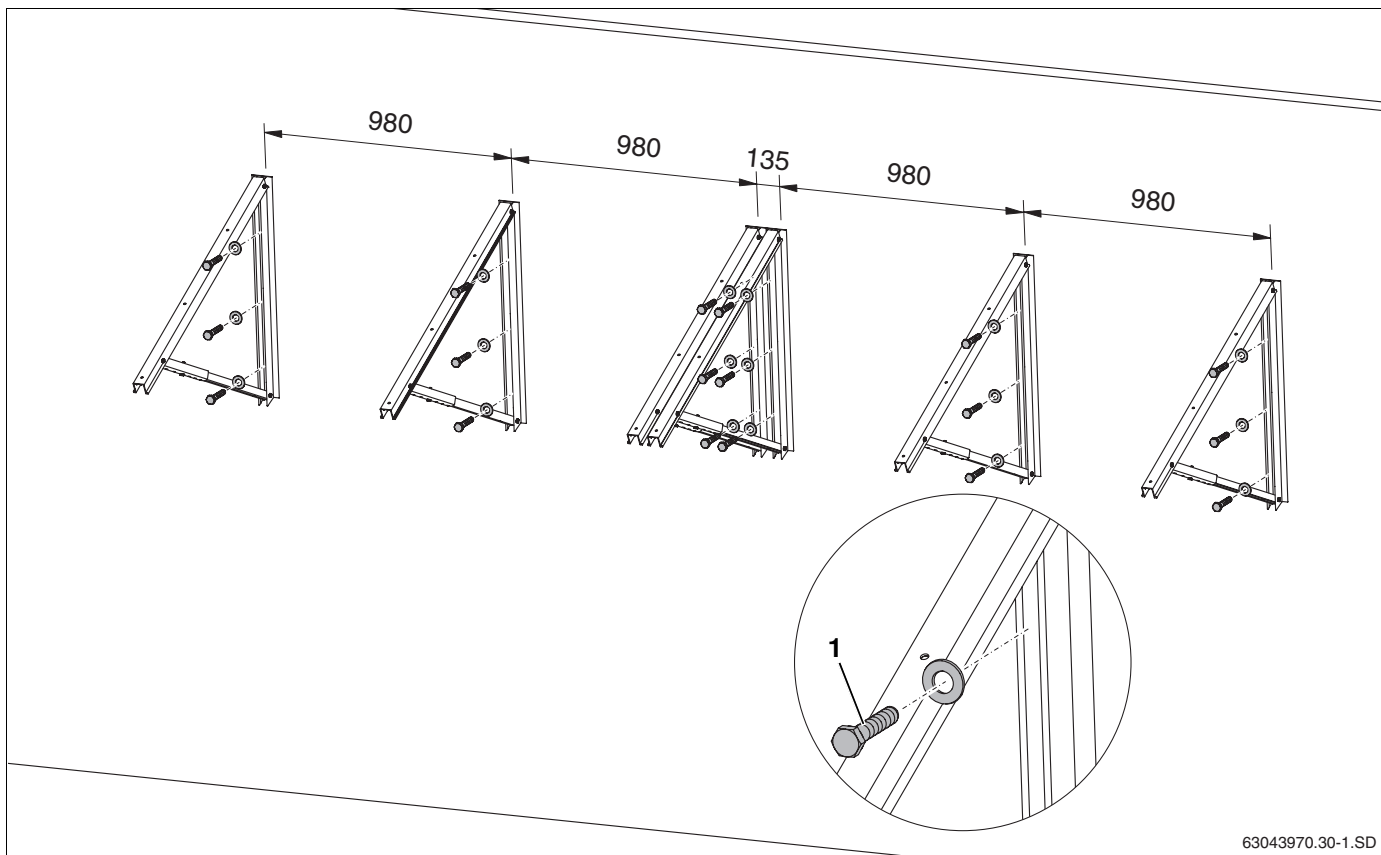

Fig. 30 Montage des supports sur façade pour 2 capteurs (indications en mm)
- Fixer chaque support avec 3 vis (voir Tabl. 9, Fig. 30, **Pos. 1**) l'un à côté de l'autre sur la façade.